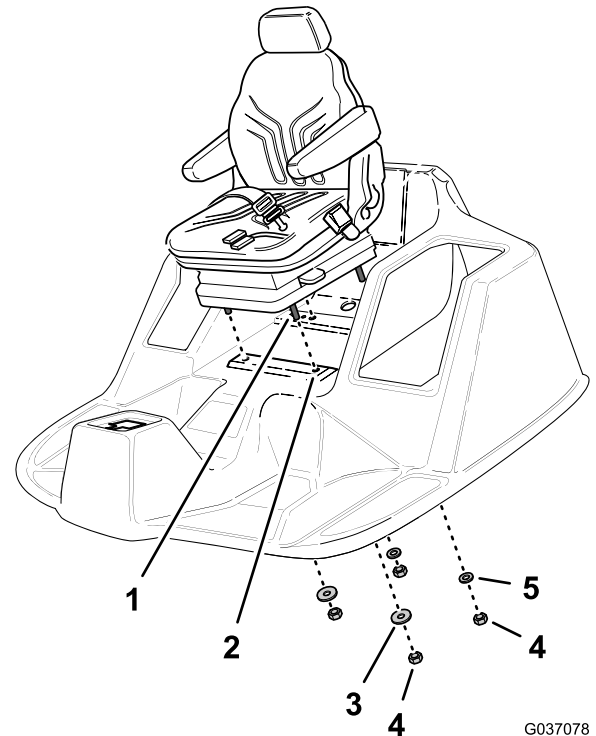

図 15
3. 新しい座席についているキャップスクリュ8 x 40mm4本を、運転台の穴に合わせる 図 15。
5. 前側のキャップスクリュ2本に、ロックナット8mm2本とワッシャ5/16 x 1 インチ2枚を取り付ける 図 15。
6. 後側のキャップスクリュ2本に、ロックナット8mm2本とワッシャ8 x 17mm2枚を取り付ける 図 15。
6. 反対側のキャップスクリュ2本に、ロックナット8mm2本とワッシャ8 x 17mm2枚を取り付ける 図 15。